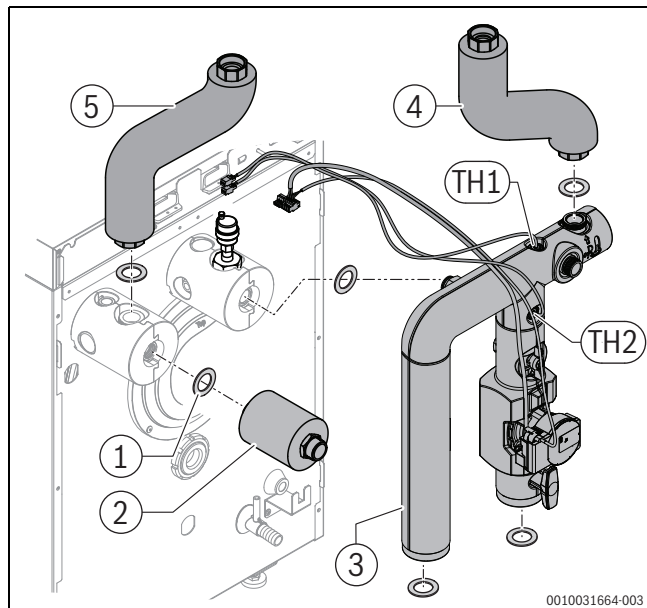
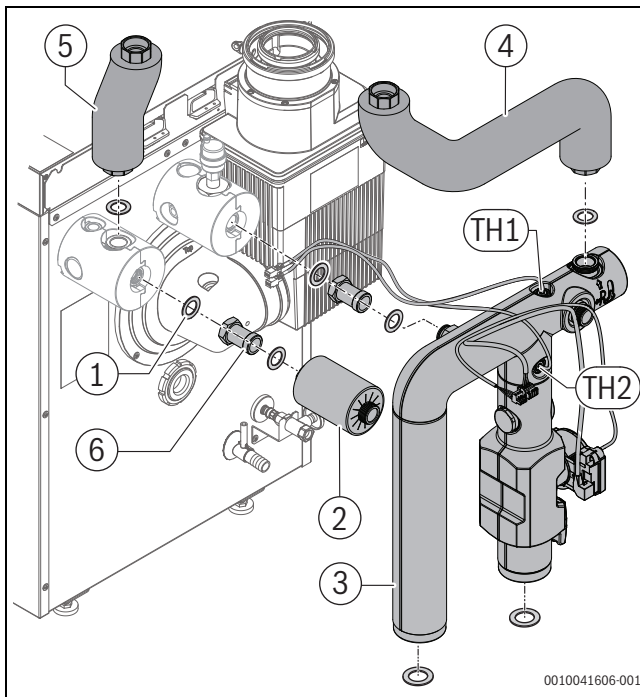

Bild 5 Montage Rohrgruppe HF-Set HYC25
Bild 7 Montage Rohrgruppe HF-Set HYC25
- ▶ Rohrgruppe entsprechend Bild 5 beziehungsweise Bild 7 montieren; **Alle Varianten.**
- ▶ Rohrgruppe entsprechend Bild 5 montieren.
- ▶ Rohrgruppe entsprechend Bild 7 montieren.